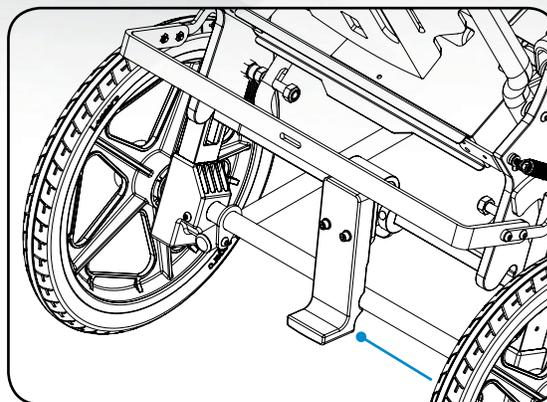

Figure 8 Angle au niveau des hanches déverrouillé
5. Maintenez la position du guidon, et, avec votre pied, tirez le mécanisme de verrouillage de l'angle au niveau des hanches vers le haut. Consultez la figure 8.
7. Pour retourner au mode déverrouillé de positionnement dynamique, poussez le mécanisme vers le bas jusqu'à ce qu'il clique en place. L'encoche sera alignée avec le tube de l'essieu arrière comme le montre la figure 8.